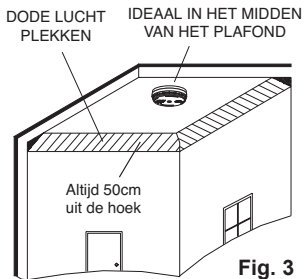

Fig. 3
- Afb. 3: druk op de test knop om de melder te testen. Hierdoor simuleert u het effect van rook bij brand en worden de rookkamer, elektronische delen en de sirene van de melder getest. **WAARSCHUWING: TEST NOOIT MET VUUR, SIGARETTENROOK, KAARSEN E.D.!** Dit kan uw rookmelder beschadigen en/of brand veroorzaken.
Hete rook stijgt en verspreidt zich. Daarom is een centrale plaats in een ruimte aan het plafond de beste positie. In hoeken is de lucht meestal stilstaand waardoor rook de rookmelder moeilijk kan bereiken (zie fig 3). Om die reden mag een rookmelder nooit in een hoek of aan de wand worden geïnstalleerd. Monteer de melder minimaal 50 cm uit de hoek en wanden. Waar een lampaansluiting of ander obstakel is, moet de rookmelder op minstens 50 cm afstand aan het plafond gemonteerd worden.